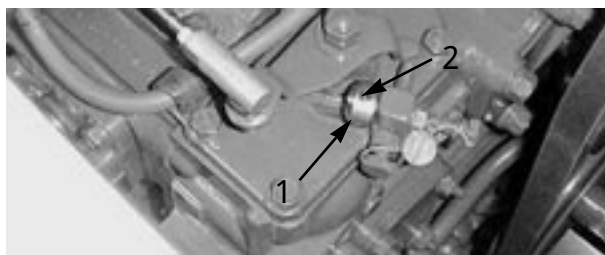

図 3
2. ストップをハイアイドル・ストップ・ネジに通し (図3) エンジンのリップの上にはめる。